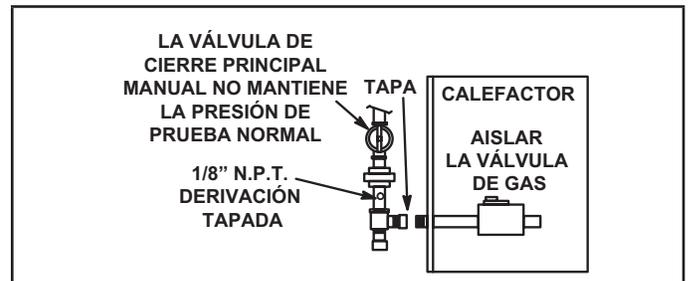

FIGURA 49
- 5 - Una derivación tapada de 1/8" N.P.T. o poste de presión está situado en la válvula de gas para facilitar la conexión del indicador de prueba. Ver FIGURA 49.
Cuando se realiza una prueba de presión de las líneas de gas, se debe desconectar y aislar la válvula de gas. Ver FIGURA 49. Las válvulas de gas se pueden dañar si se someten a presiones superiores a 1/2 psig (3.48 kPa).